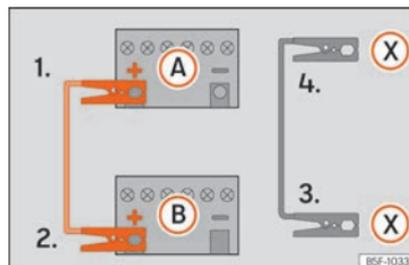

Fig. 44 Esquema de ligação para veículos com sistema Start-Stop.
- 4b. *Nos veículos com sistema Start-Stop:* li-gue uma extremidade do cabo auxiliar de arranque *preto* (X) a um terminal de massa adequado, a uma peça de metal maciça que esteja aparafusada ao blo-co do motor ou ao próprio bloco do mo-tor »» Fig. 44.
5. Ligue a outra extremidade do cabo *pre-to* de emergência (X), no veículo com a bateria descarregada, a uma peça de metal maciça que esteja aparafusada ao bloco do motor ou ao próprio bloco da bateria (A).